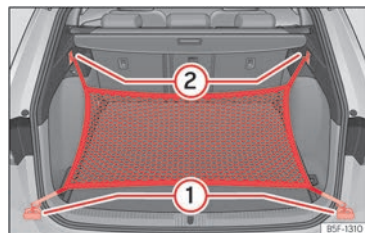

Abb. 205 Im Gepäckraum: Ösen (1) und Haken (2) zum Einhängen des Gepäcknetzes.
- Hängen Sie die kurzen Haken des Netzes in die Verzurrösen ein »» **Abb. 205** ① »» ⚠. Der Reißverschluss des Gepäcknetzes muss dabei nach oben zeigen.
- Befestigen Sie die Spanngurte in den Taschenhaken ②.